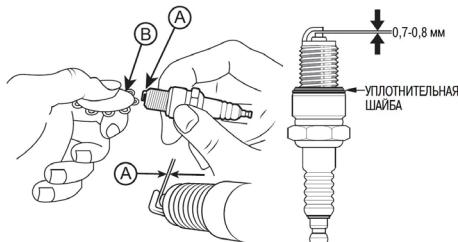

Рис. 43 Проверка межэлектродного зазора
- Измерьте зазор А между электродами свечи зажигания специальным щупом В (Рис. 43). Зазор должен быть 0,7-0,8 мм (Рис. 43). При увеличении, или уменьшении требуемого зазора, рекомендуется заменить свечу, так как регулировка зазора может привести к изменению качества искрообразования.